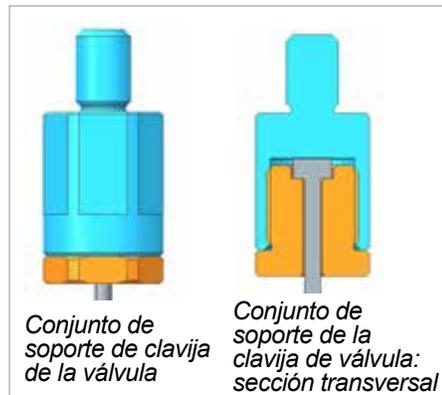

Figura 12-3 Conjunto de soporte de clavija de la válvula
2. Instale este conjunto en la pieza superior del soporte de clavija de la válvula. Apriete a un par de 8 a 10 Nm (de 6 a 7 ft-lb). Consulte la Figura 12-3.